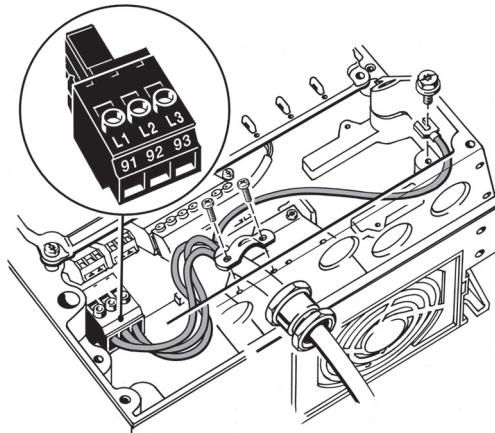

Fig. 12 Netttilslutning, A4 og A5
1. Tilslut jordlederen til klemme 95 (PE). Se fig. 12.